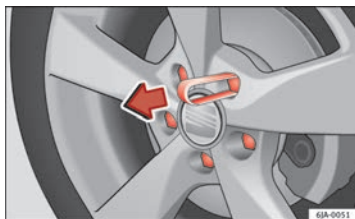

Fig. 127 Retirar la tapa del tornillo de la rueda
- Calar la grapa de plástico en la tapa hasta tal punto, que las muescas de retención interiores de la grapa toquen el collar de la tapa y retirar ésta ⇒ fig. 127.